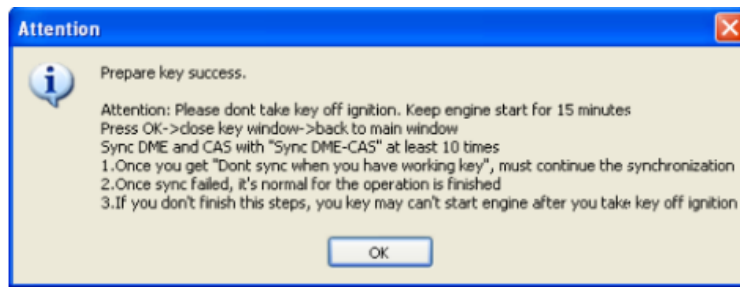

IMAGEN 5.18
7. Después de que el motor haya encendido correctamente, obtendrá una ventana como la de la \(IMAGEN 5.18\), **Recuerde:** No quite la llave del switch de ignición. Sincronice el DME y el CAS \(IMAGEN 4.1\) por lo menos 10 veces. Una vez que obtenga una leyenda que diga “Don’t synchronize when you have working key” continúe. Si obtiene una sincronización fallida, no se preocupe, el comando de sincronización fue enviado. Si no completa este procedimiento, su nueva llave probablemente no encienda el motor la segunda vez.